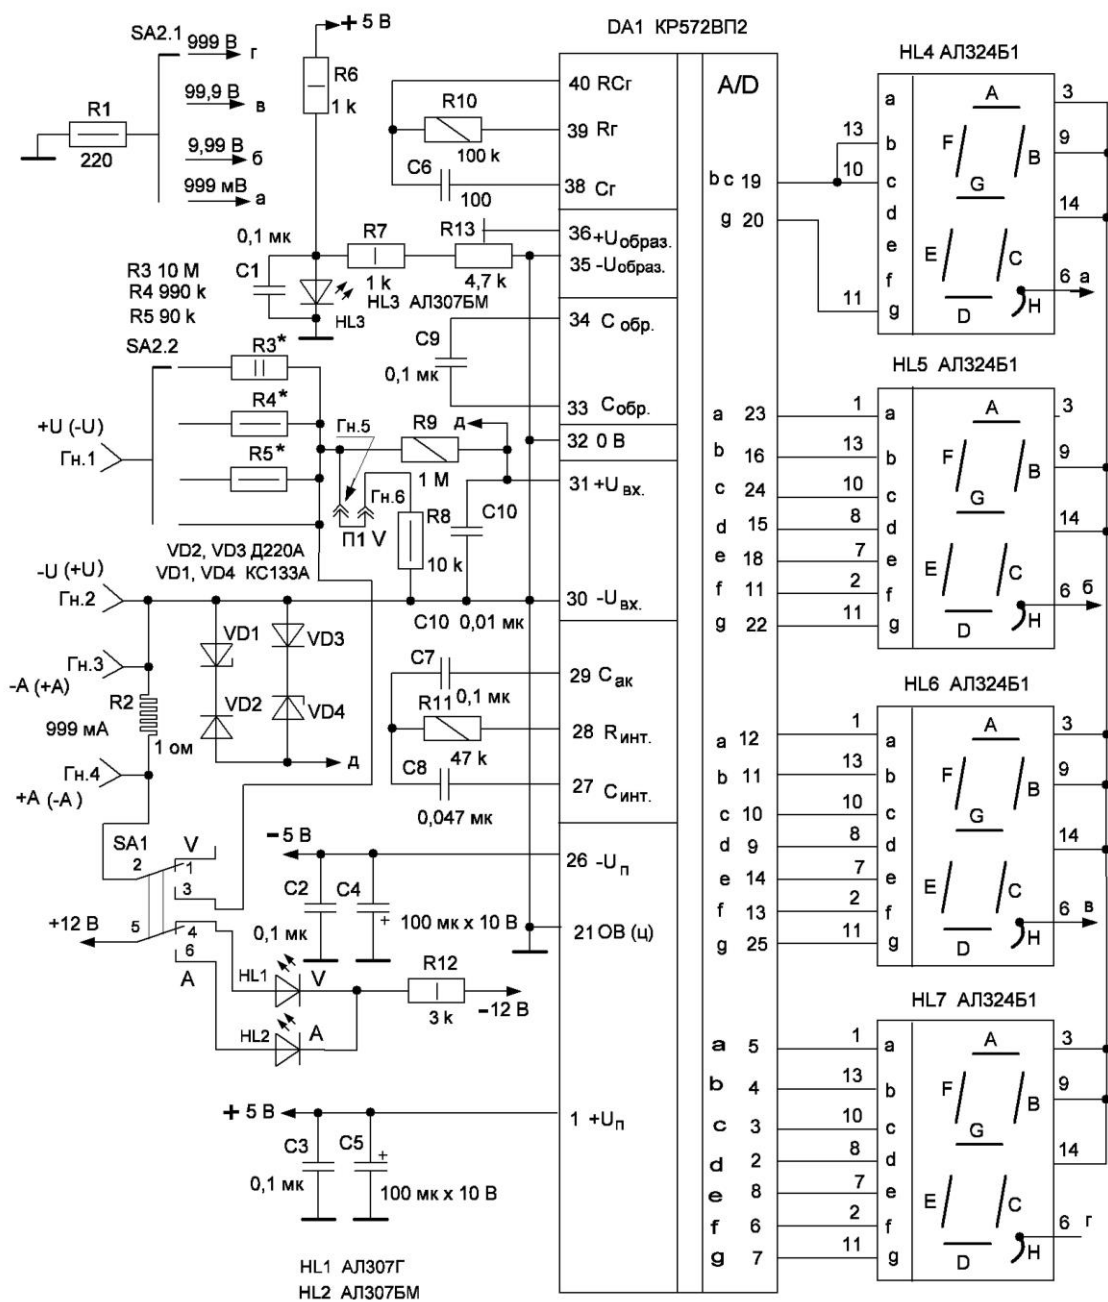

Рис. 1
Основні параметри перетворювача: $U_{in1} = +5$ В, $U_{in2} = -5$ В, час циклу перетворення при $f = 50$ кГц дорівнює 300 мс; вхідний опір 20 МОм; струм живлення 8 мА. Мікросхема має диференціальні входи і високу ступінь ослаблення синфазного сигналу ($K_{oc.cф} = 100$ дБ), що дозволяє використовувати перетворювач в умовах дії сильних перешкод. Перетворювач може житись від автономного джерела. У мікросхемі передбачено, використання внутрішнього і зовнішнього тактових генераторів. Схема використання АЦП приведена на **рис. 1**. У першому випадку частота регулюється конденсатором С6, ємність якого вибирається з умови $C6 = R10 - 0,45 / f$. Для підвищення стабільності f можна застосовувати кварцовий резонатор, що підключається між виводами 39 і 40 (елементи R10 і С6 в цьому випадку не використовуються). При роботі з зовнішнім генератором його підключають до виводу 40 (виводи 38 і 39 не використовуються). При роботі з перетворювачем слід дотримуватися правил подачі напруги і захисту. Максимальні значення напруг $U_{in1} = +5,5$ В, $U_{in2} = -8$ В. Точність і правильність роботи АЦП залежить від паразитних ємностей монтажу. Дані про мікросхему і типова схема використання АЦП від виробника приведені в (1).
Для вольтметра-амперметра використано готову плату, на якій знаходиться мікросхема АЦП, чотири індикатори і радіоелементи, а при необхідності таку плату можливо виготовити самотужки або замовити через Інтернет-магазин – вартість 120 грн. Схема демонстраційного цифрового вольтметра приведена на **рис. 1**. За основу конструкторами (готової плати) взята типова схема на мікросхемі КР572ВП, яка запропонована заводом-виробником (**Рижський завод напівпровідникових приладів**. Акціонерне підприємство ALFA); за винятком: додано захист вхідних ланцюгів мікросхеми від перенапруги – в схему введено зустрічно-паралельно ввімкнені діоди і стабілітрони VD1...VD4. Для покращення стабільності опорної (зразкової) напруги 1 в схему, приведену на **рис. 1**, введено додатковий стабілізатор на світлодіоді HL3. Як показує практика, підстроювальний резистор R13 повинен бути багатообертовий, типу СП5-2. Для використання приладу в режимі вольтметра необхідно перемикач SA1 встановити в положення «V» (світлодіод HL1 зеленого кольору буде світити в цьому положенні перемикача), перемичку «П1 V» необхідно встановити в гнізда Гн.5, Гн. 6; при цьому додатковий резистор R8 подільника вхідної напруги буде під'єднаний. В режимі амперметра перемикач SA1 необхідно встановити в положення «A» (світлодіод HL2